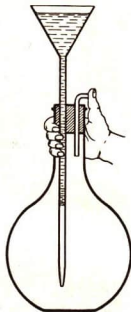

Abb. 8/1. Wasser wird durch einen Trichter in eine Flasche gefüllt. Die in der Flasche befindliche Luft muß durch eine Öffnung entweichen können.
5. Verschließe eine Flasche mit einem doppelt durchbohrten Korken! Durch das eine Bohrloch ist ein Glasrichter gesteckt, durch das andere führt eine gewinkelte Glasröhre. Halte das äußere Ende dieser Glasröhre zunächst mit dem Daumen zu (Abb. 8/1)! Was stellst du fest, wenn du in den Trichter Wasser gießt? Was geschieht, wenn du den Daumen fort-nimmst?